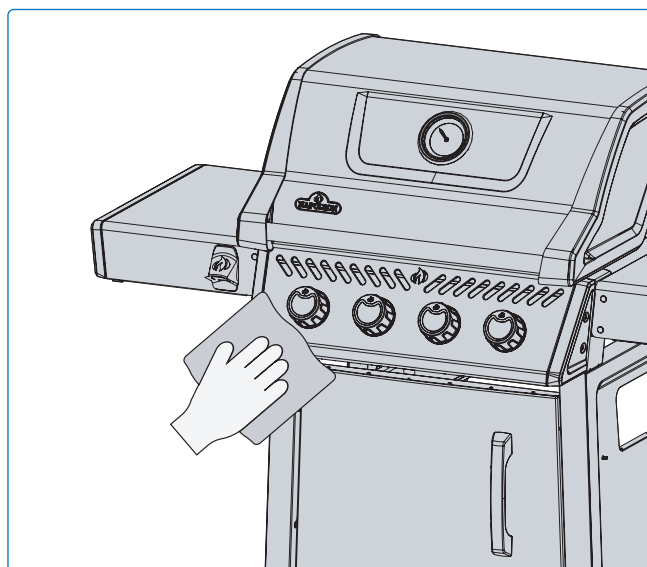

Fig. 24
- Le parti in acciaio inox si decoloreranno nel tempo a causa del calore, assumendo una tonalità dorata o marrone. Ciò è normale e non influisce sulle prestazioni del barbecue (**Fig. 24**).